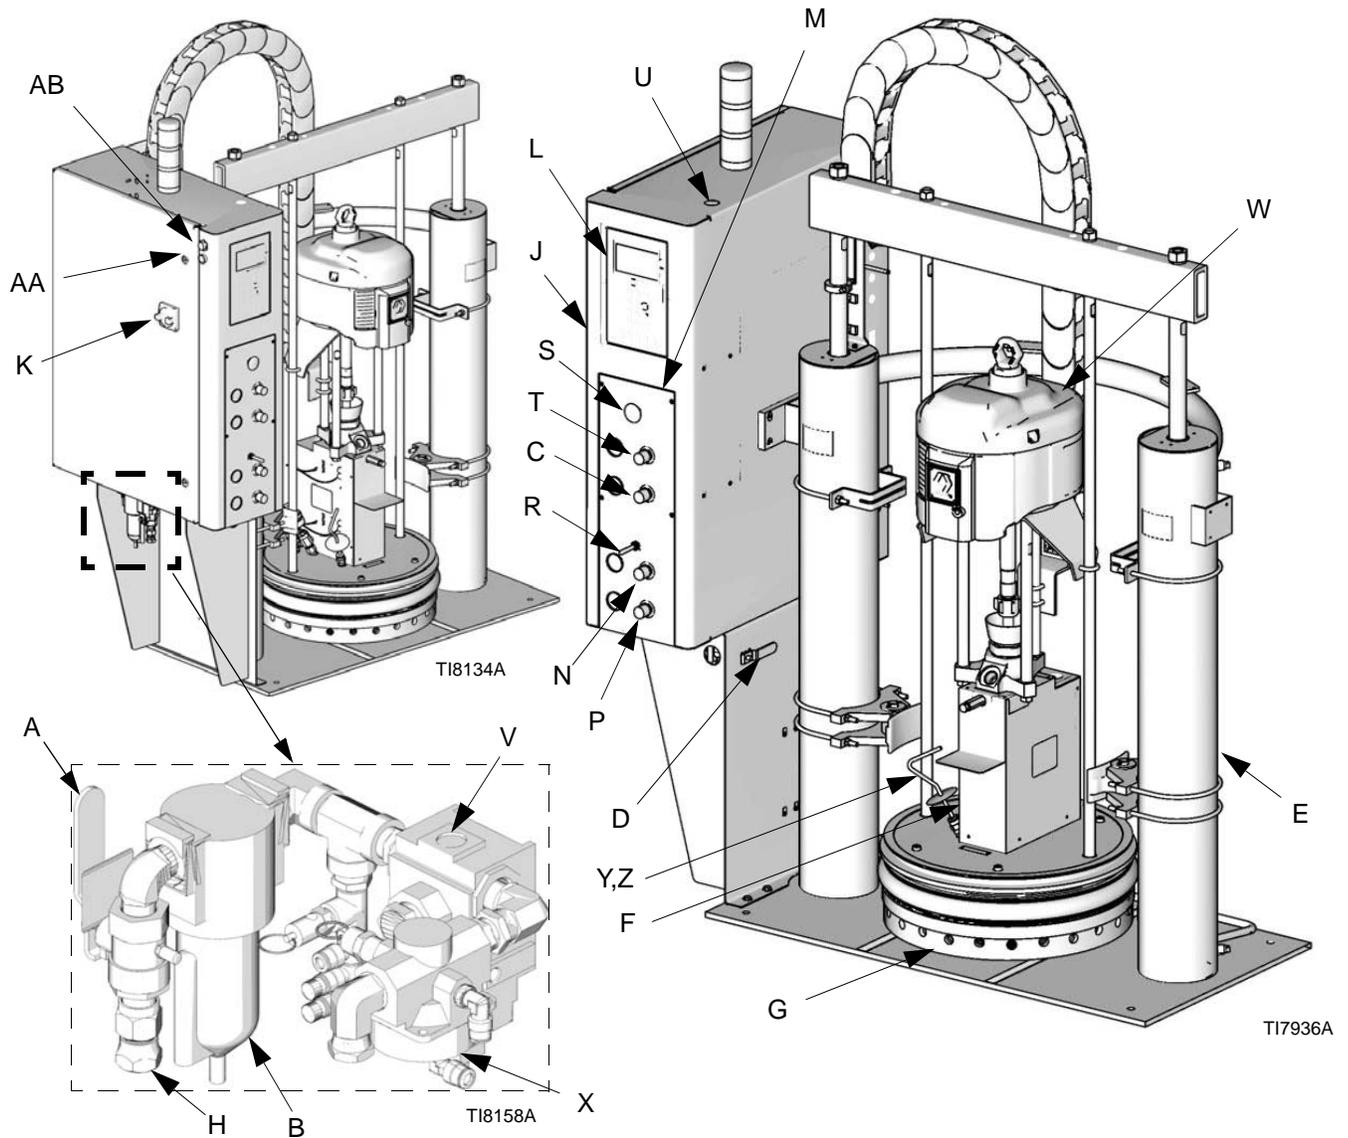

FIG. 1: Identificación de los componentes
Antes de instalar el sistema debería familiarizarse con todos sus componentes. Vea en FIG. 1 los componentes del sistema Therm-O-Flow.
Se incluyen los siguientes componentes con la unidad. Vea FIG. 1.
El panel de control neumático incluye las piezas siguientes. Vea FIG. 1.
Para más información, consulte la FIG. 1 en la página 9. Los siguientes componentes se incluyen con el módulo:
- La válvula principal de aire del motor neumático (tipo purga) (D) se suministra para liberar el aire atrapado entre ella y el motor neumático cuando la válvula se activa (**consulte la Advertencia anterior**). Esta válvula de purga debe estar en un lugar fácilmente accesible y montarse corriente abajo desde el regulador de aire.
- El regulador de aire del motor neumático (C) controla la presión de salida de la bomba ajustando la presión de aire en el motor neumático. Está situada en el panel de control neumático.
- El solenoide de activación del motor de aire, vea FIG. 1 en la página 9, la letra (X) retrasa la puesta en marcha para permitir que el material se caliente uniformemente.